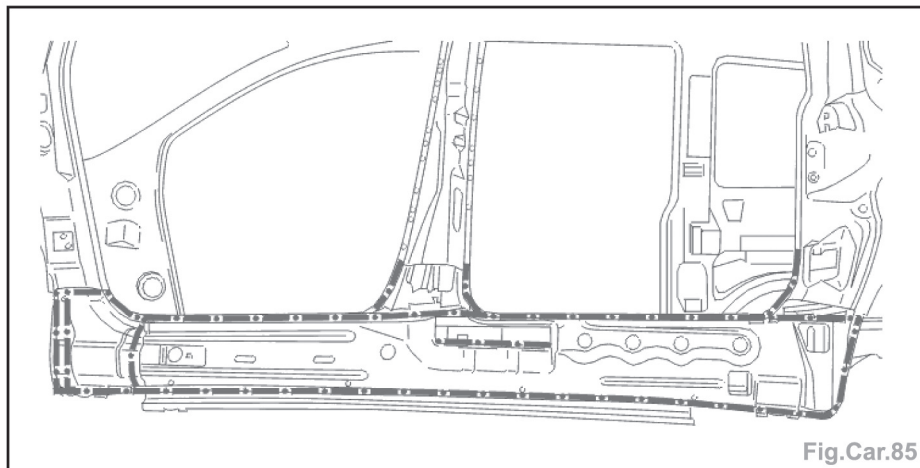

Fig.Car.85
- Préparer les bords d'accostage (Fig.Car.85).